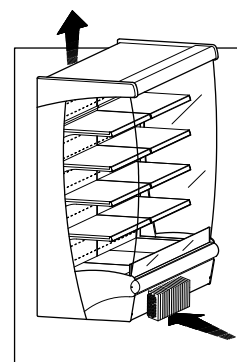

Рис.14
- иметь необходимое пространство для хорошей циркуляции воздуха, эксплуатации и техобслуживания (Рис. 14)